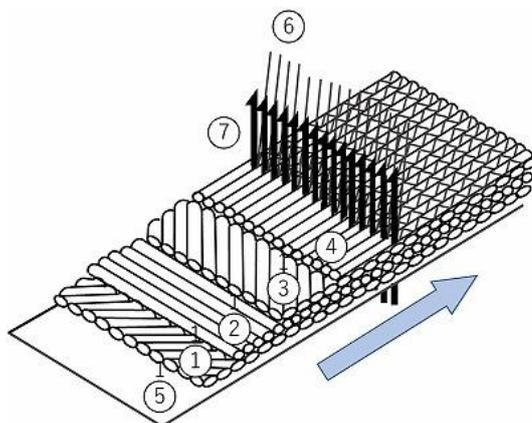

図 1. NCF の積層概要図
具体的には図 1 を用いて説明する。①は-45° 方向に強化繊維を配向させ、多軸挿入機の上に積層したものである。その積層されたシートがコンベアベルト等にサポートされながら矢印方向に運ばれ、②の 90° 層が①の-45° 層の上に積層される。さらにこれらが矢印方向に運ばれて③の+45° 層が積層され、最後に④の 0° 層が積層される。⑤は任意の層間に別工程で用意した不織布やチョップドストランドマット等のシートを挿入していくことが可能である（仕様によって⑤を挿入できない層もある）。このように強化繊維を配向した層や別途挿入した層を積層した後、ステッチゾーンにおいて⑦のニードルに⑥のステッチ糸を供給してステッチングすることにより独立している各層を保持して NCF を製造する。最後に多軸挿入機から NCF を切り離して巻取りを行って、様々な仕様の製品を製造している。以上の説明では強化繊維が 4 軸配向している基材を例に挙げて説明したが、例えばダブルバイアス基材とよばれる積層構成+45/-45 といったように配向角度は必要なものを選択することができ、様々な仕様のものを設計することが可能である。